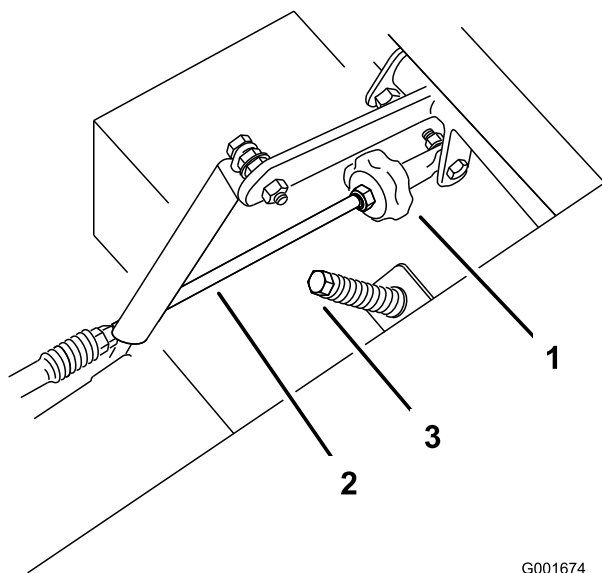

Figura 54
2. Ajuste la longitud de la varilla de la bomba girando el pomo, en el sentido apropiado, hasta que la rueda quede estacionaria o se mueva muy lentamente en marcha atrás (Figura 54).